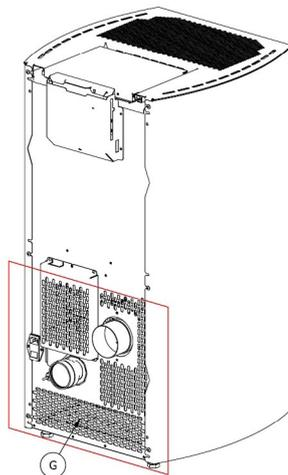
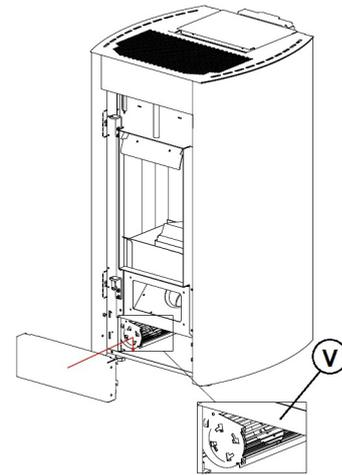

Fig. 102 - Hinteres Gitter
Fig. 103 - Ventilatoren
Nach erfolgter Reinigung der Verbrennungskammer wird die Reinigung des auf der Rückseite des Ofen befindlichen Gitters „G“ (siehe **Fig. 102 a pag. 46**) und der Ventilatoren „V“ empfohlen. Eventuell vorhandener Staub oder Schmutz könnte die allgemeine Leistung beeinträchtigen (siehe **Fig. 103 a pag. 46**). Einmal im Jahr den Raumventilator von Asche und Staub reinigen. Ablagerungen auf den Ventilatorblättern könnten zu einer Unwucht und einem geräuschvollen Betrieb führen.
**LEGEND** Fig. 102 a pag. 46 - Fig. 103 a pag. 46